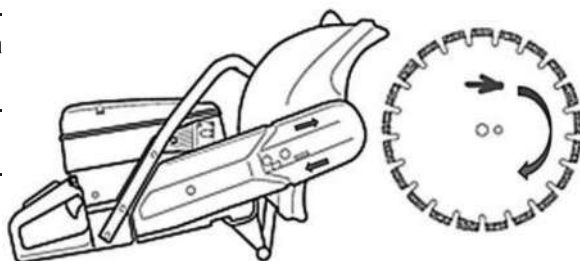

Рис. 9
3. Проверьте направление вращения диска. Убедитесь, что диск будет вращаться в направлении, указанном стрелками: на кожухе режущего узла бензореза и полотне диска. Определите, какой стороной требуется установить диск на бензорез, чтобы направление вращения шпинделя и диска совпадали (Рис. 9).